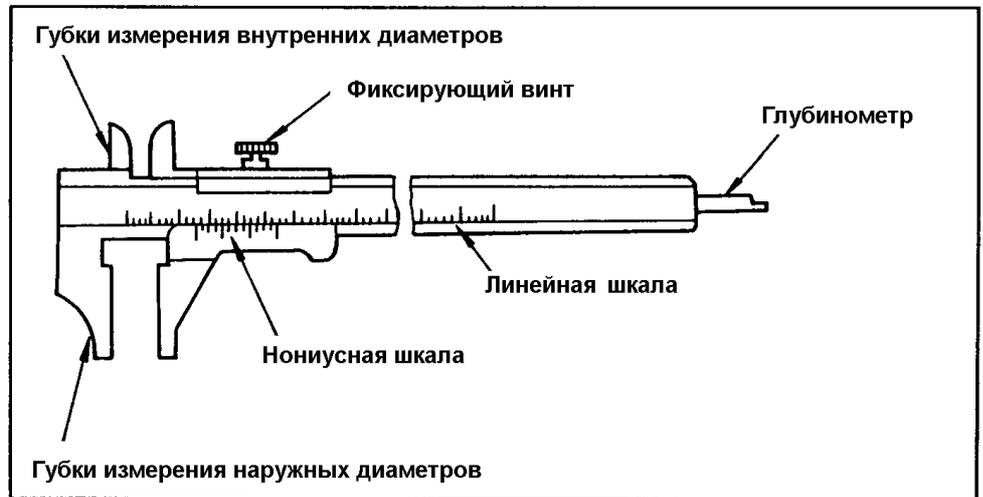

Рис. 3-1 Штангенциркуль
(1) Устройство штангенциркуля показано на рис. 3-1, штангенциркуль имеет две шкалы: линейную и нониусную.